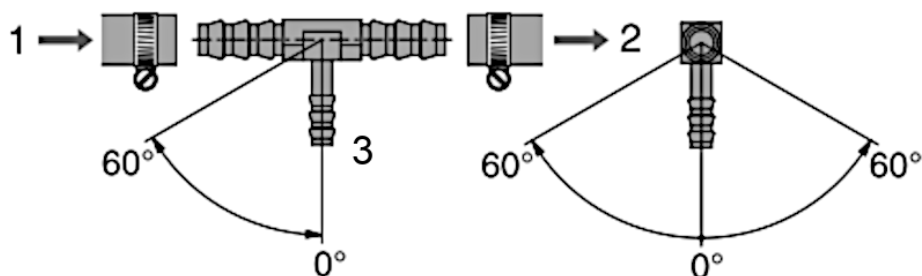

Fig. 36
- Snijd de brandstofleiding van het voertuig door en installeer het T-stuk met de dikkere openingen tussen de twee uiteinden Fig. 36 (1) (2) van de leiding.
- Verbind daarna de brandstofleiding van het verwarmingselement met behulp van een rubberen huls met het dunne uiteinde Fig. 36 (3) van het T-stuk.